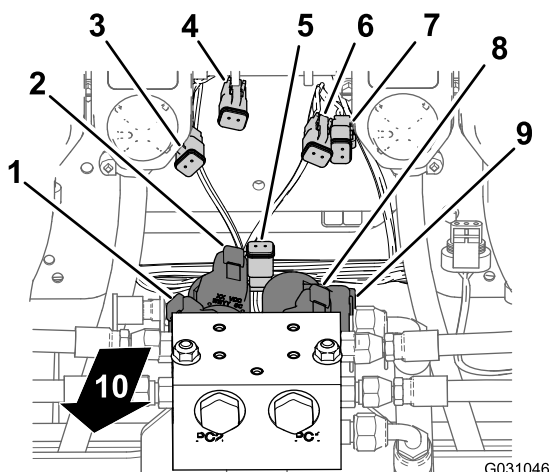
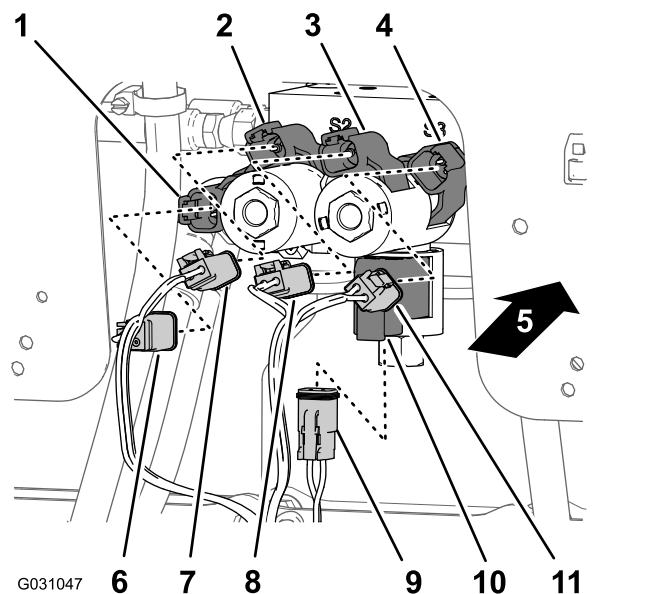

Figura 111
Figura 112
1. En la parte inferior del distribuidor de los cilindros de elevación, conecte el conector hembra de 2 vías del arnés de cables trasero etiquetado **Enable Solenoid** (Solenoid de activación) al conector de 2 pines del solenoide de activación (Figura 111 y Figura 112).
2. En el solenoide de bajada derecho, conecte el conector hembra de 2 vías del arnés de cables trasero etiquetado **Right Down** al conector de 2 pines del solenoide de bajada derecho (Figura 111 y Figura 112).
3. En el solenoide de subida derecha, conecte el conector hembra de 2 vías del arnés de cables trasero etiquetado **Right Up** al conector de 2 pines del solenoide de subida derecha (Figura 111 y Figura 112).
4. En el solenoide de bajada izquierdo, conecte el conector hembra de 2 vías del arnés de cables trasero etiquetado **Left Down** al conector de 2 pines del solenoide de bajada izquierdo (Figura 111 y Figura 112).